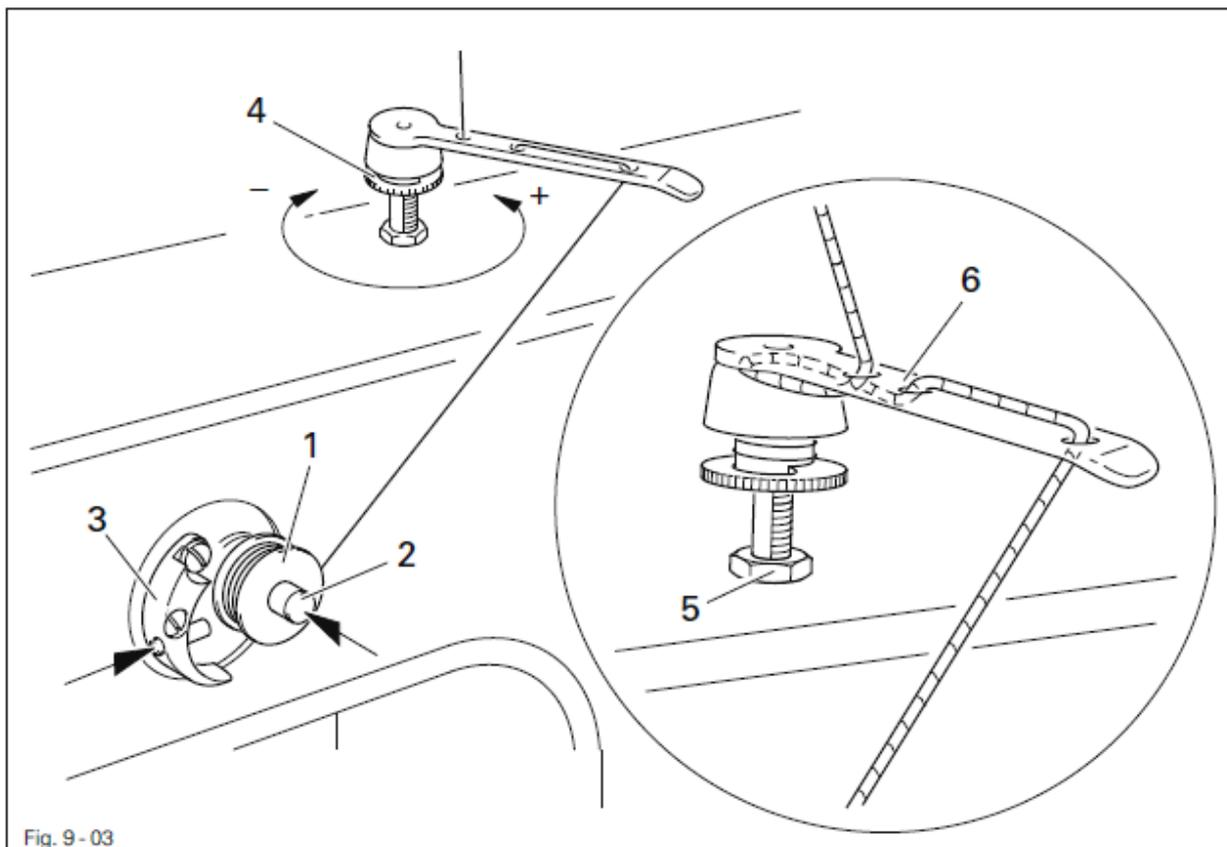

Fig. 9-03
- Заправить нить в соответствии с рис. 9-03 и намотать на шпульку несколько витков по часовой стрелке.